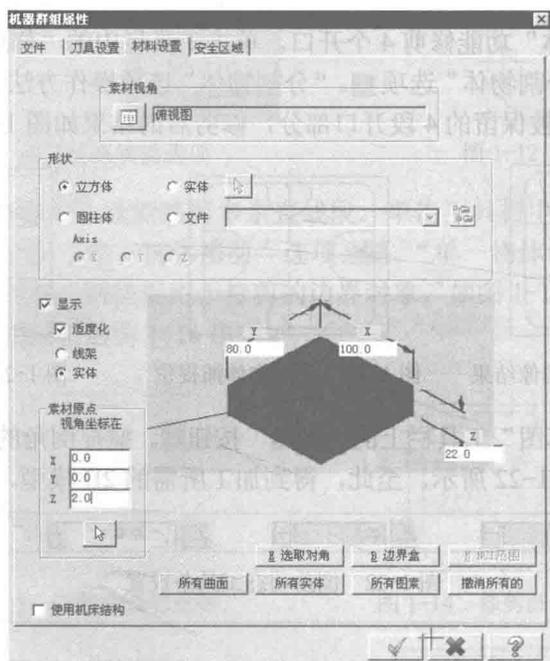

图 1-25 材料设置参数
1) 单击图 1-24 所示“操作管理”对话框中的  材料设置，系统弹出“机器群组属性”对话框，按图 1-25 所示设置参数。